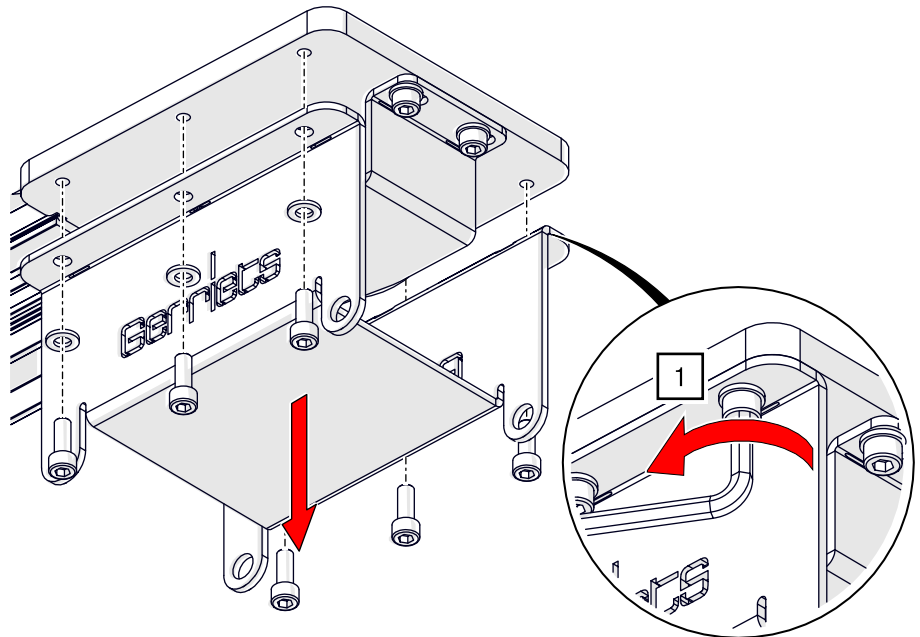

Abb. 77: Zahnriemenmontage – Gehäuse der Umlenkungen öffnen
1. Öffnen Sie die Gehäuse aller Umlenkeinheiten, indem Sie die Zylinderkopfschrauben mit einem ISK SW 3 / 5 lösen und legen Sie die Bleche zur Seite (siehe Abb. 77).